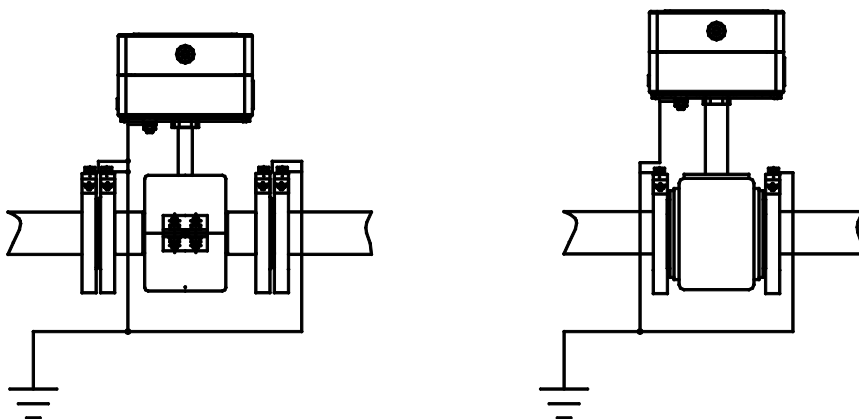

Рис.8.6
8.3.15 После установки расходомера необходимо обеспечить его заземление в соответствии с рис. 8.6. Заземление расходомера следует выполнять в соответствии с требованиями ПУЭ, т.е. путём непосредственного соединения заземляющего проводника с заземлителем, а не с трубопроводом.
8.4.5 Для предотвращения скапливания конденсата непосредственно перед герметичным вводом и попадания внутрь ППМ влаги рекомендуется сделать небольшой прогиб кабеля (см. рис. 8.6а).
рис. 8.6а